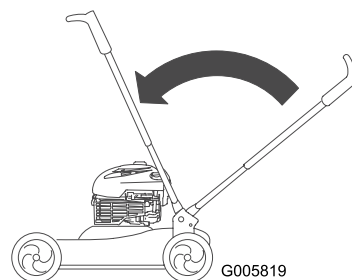

Figura 23
3. Eleve el manillar a la posición vertical (Figura 23).